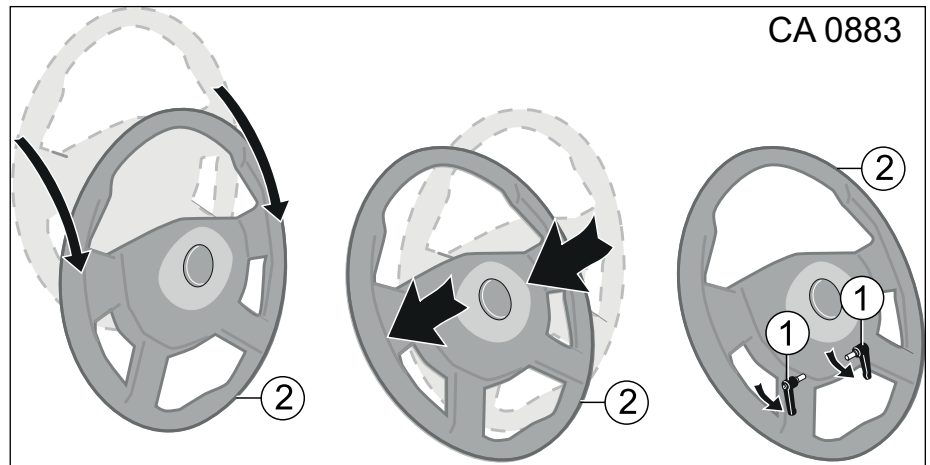

Fig. 66 Ramener le volant en position initiale
1. Saisir le volant (Fig. 66, pos. 2) avec les deux mains et le guider vers le bas.
2. Saisir le volant (Fig. 66, pos. 2) en son milieu et le pousser droit vers la colonne de direction. Ensuite, pousser le volant (Fig. 66, pos. 2) pour le faire encliqueter de manière audible dans le verrouillage.
3. Tourner les deux verrous simultanément (Fig. 66, pos. 1) jusqu'en butée dans le sens opposé au sens de conduite pour verrouiller le volant (Fig. 66, pos. 2).